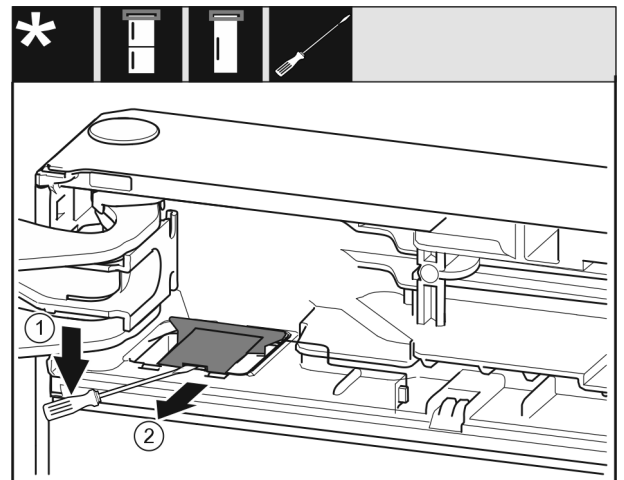

Fig. 10
► Haakige kate lapikruvikeerajaga lahti ja tõstke üles. Fig. 10 (1)
► Võtke kate välja. Fig. 10 (2)